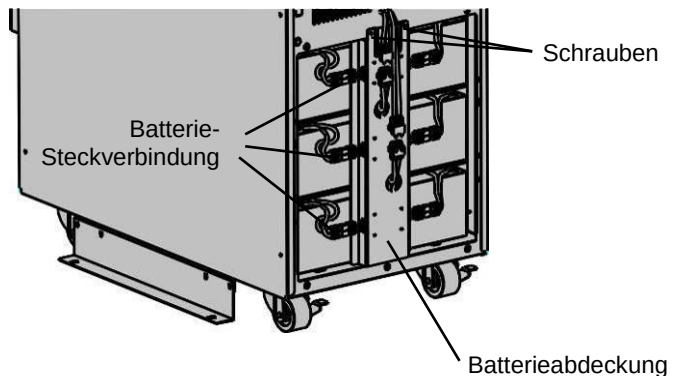

Abbildung 29: Entfernen der Batterieabdeckung
2. Trennen Sie die internen Batterie-Steckverbindungen der einzelnen Batterieeinschübe und entfernen Sie die Batterieabdeckung durch lösen der beiden oberen Schrauben (siehe Abbildung 29).